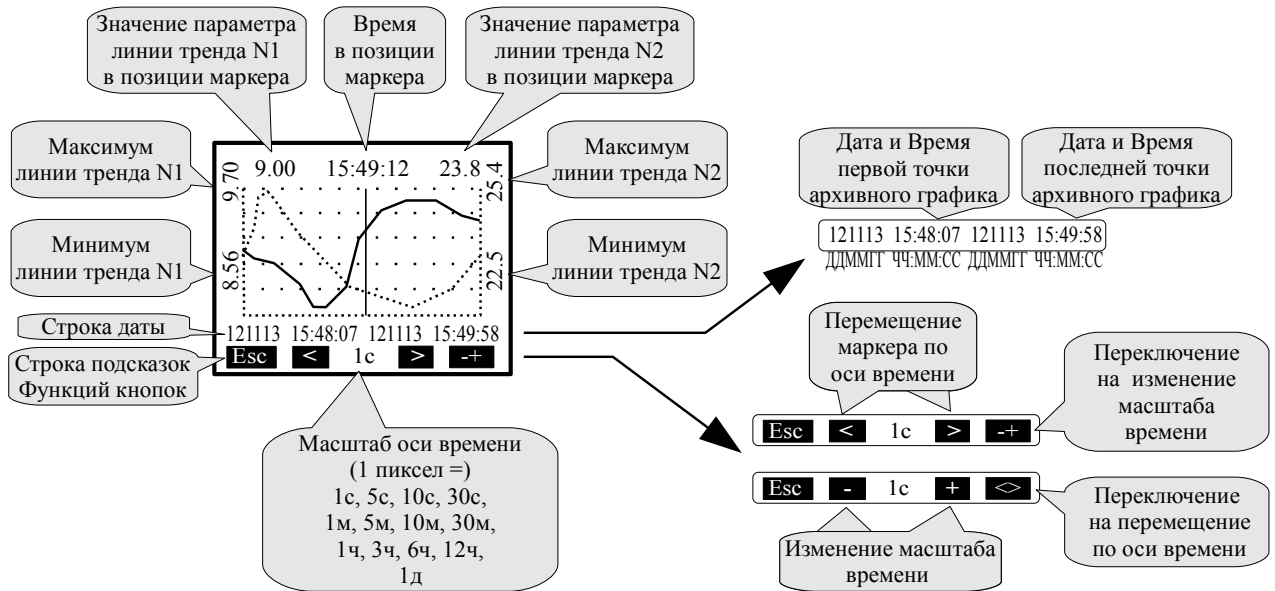

Рисунок 2 - Описание элементов управления и отображения данных в подменю «Просмотр архива»
- **Просмотр архива** - в этом режиме просматривается архив. Правая кнопка  позволяет переключать режим управления маркером: кнопками  и  либо изменяется интервал дискретности по времени, либо перемещается маркер, указывающий на время просмотра и значения измеряемых параметров в это время (смотри Рисунок 2).